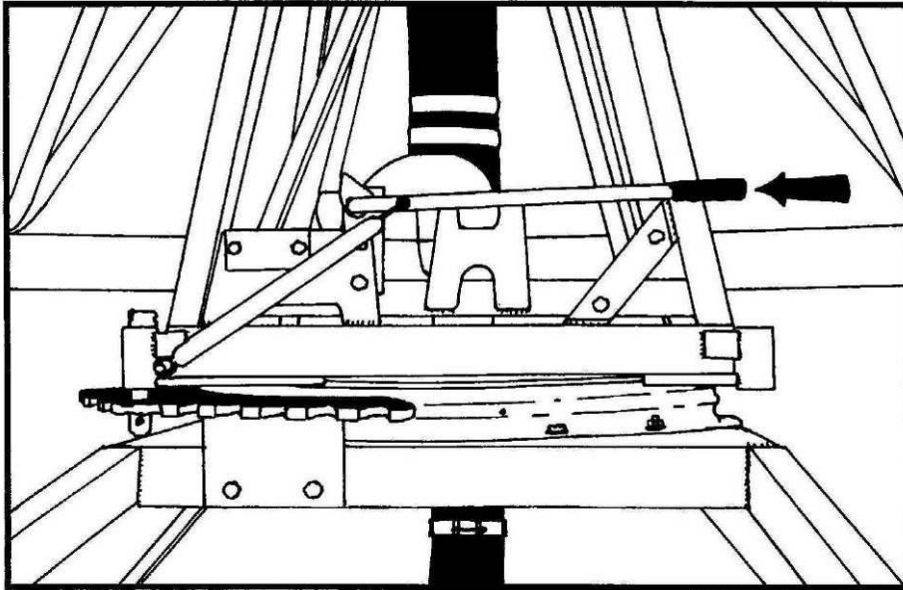

Abb.9
Falls zutreffend prüfen, ob der Auslegerdrehzapfen gesichert ist (Abb. 9).
- 8: Bei drehbarem Ausleger - lösen Sie den Feststellstift des Auslegerdrehzapfens im Mittelstück (Seite 10, Abb. 9). Bleiballast (bei Auslieferung um das Wassereinlassrohr im Fahrgestell gewickelt) ist u. U. als Gewichtsausgleich am Ausleger einzusetzen. Der Ballast wird dazu um das am Ende des Parallelabschnitts befindliche Wasserrohr gewickelt. Wenn das Feld ein leichtes Gefälle im rechten Winkel zur Fahrtrichtung aufweist, ist zu beachten, dass der Ausleger gesperrt bleiben sollte, damit er parallel zum Gefälle bleibt.
- 1: Bei drehbaren Auslegern ist der Drehzapfen im Mittelsturm zu sperren (Seite 10, Abb. 9). Wenn die Sperre nicht einrastet, entweder die hohe Seite des Auslegers herunterziehen, bis die Sperre einrastet, oder einen zusätzlichen Abstand unter der Fallstütze im Abschnitt 2 lassen.